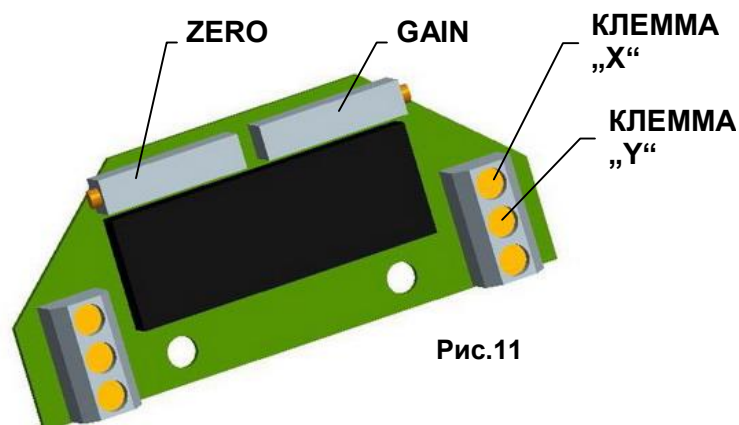

Рис.11
4.6.2 EPV - 3-проводниковое включение (рис.11)
- Установте датчик сопротивления на основании инструкции в предыдущей главе так, что величину сопротивления измеряйте на клеммах X-Y (рис.11). (употреблен датчик с сопротивлением 2000Ω или 100Ω).
- Поворачиванием устанавливающего триммера ZERO (рис.11) установите величину выходного сигнала тока, измеряемого на клеммах 81-82, на величину 0 мА или 4 мА.
- Поворачиванием устанавливающего триммера GAIN (рис.11) установите величину выходного сигнала тока, измеряемого на клеммах 81-82, на величину 20 мА или 5 мА.